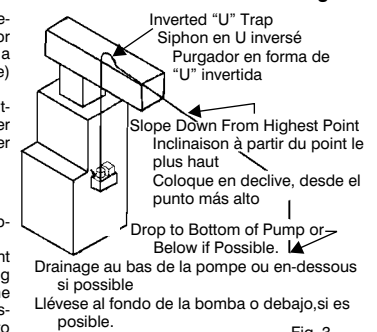

Fig. 3
- La tubería de descarga debe ser una tubería flexible o tubos de un diámetro interno máximo de 3/18 de pulgada, para evitar un reflujo excesivo a la unidad. Desde la unidad de agua de condensación, extienda la tubería directamente hacia arriba, a la altura que sea necesaria. No tienda esta tubería por encima de la cabeza/GPH del modelo específico que se esté instalando. Desde esta altura, coloque la tubería de descarga en declive ligero, hasta un punto por encima del área de drenaje. Luego, vuélvala hacia abajo y tiéndala hasta un punto que se encuentre aproximadamente al mismo nivel del fondo de la unidad de agua de condensación o por debajo de éste. Esto producirá un efecto de sifón, que incrementará la eficiencia de la unidad de agua de condensación, y en la mayoría de los casos eliminará la necesidad de una válvula de retención. Si no es posible colocar en declive la tubería de descarga, haga un purgador en forma de "U" invertida, directamente sobre la bomba, en el punto más alto (Fig. 3).
- The outlet piping should be flexible tubing or pipe (3/8" I.D. maximum) to prevent excessive flow back to unit). From condensate unit, extend discharge piping straight up as high as necessary (Fig. 3). Do not extend this line above the head/GPH of the particular model being installed. From this high point, slope discharge line down slightly to a point above drain area; then turn down and extend to
2. Le tuyau d'admission sera un tube souple (L.O. de 3/8 po maximum pour éviter le reflux vers l'appareil). À partir de l'unité d'extraction, étirer verticalement le tuyau d'écoulement jusqu'à la bonne hauteur. Ne pas l'étirer au-dessus de la tête/GPH du modèle installé. De ce point haut, incliner légèrement le tuyau d'écoulement vers un point situé au-dessus de lieu d'écoulement; rabattre et étirer jusqu'à un point situé en-dessous ou à peu près au même niveau que le bas du système de condensation ce qui donnera un effet de siphon qui en augmentera l'efficacité et éliminera pratiquement l'installation d'une soupape d'arrêt. S'il n'est pas possible d'incliner le tuyau d'écoulement, faire un branchement en U inversé, à un point situé le plus haut au-dessus de la pompe (Fig. 3).